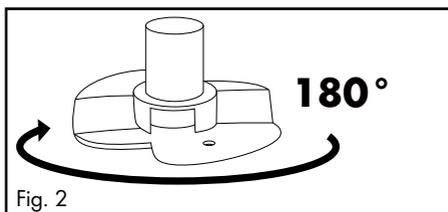
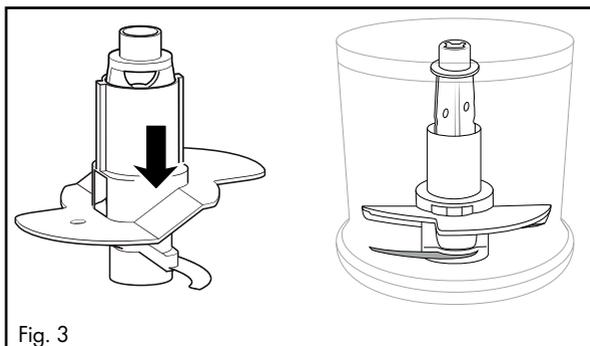

Fig. 2
Fig. 3
- Pentru 200 ml de frișcă rotiți paletetele 10 orizontal la 180° (fig. 2), astfel încât acestea să nu se mai sprijine decât pe un cuțit 7 și să se fixeze (fig. 3). Astfel, acestea se vor ridica prin frișcă: